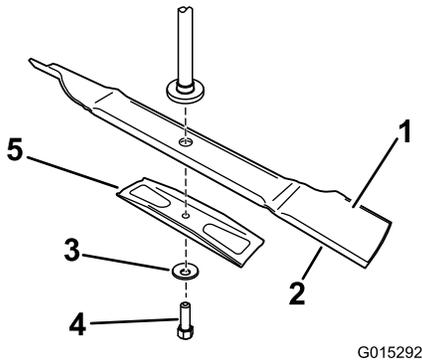

Figura 47
arandela curva, el refuerzo de la cuchilla y la cuchilla (Figura 47).
- Instale la cuchilla en el eje (Figura 47).
- Instale el refuerzo de la cuchilla, la arandela curva (con la copa hacia la cuchilla) y el perno de la cuchilla (Figura 47).